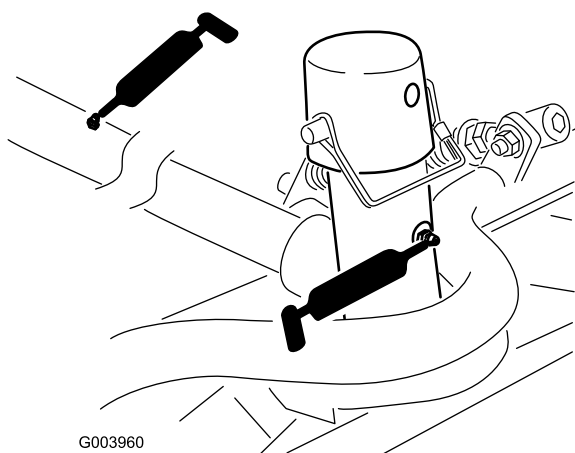

図 64
- ・ キャリアフレームとピボット 各カッティングユニットで2ヶ所 図 64